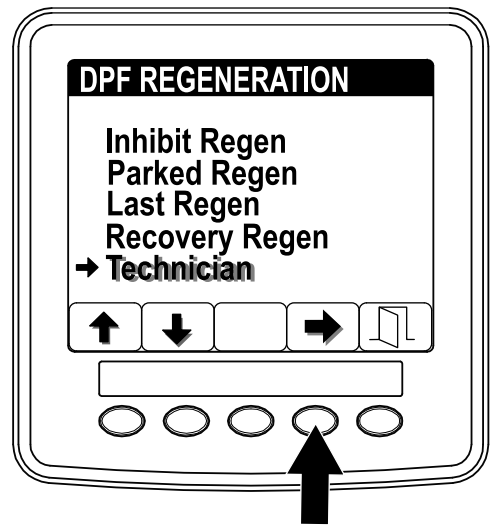

Bild 38
- Drücken Sie Taste 4, um den Eintrag „Technician“ auszuwählen (Bild 38)
- Öffnen Sie das Menü „DPF Regeneration“ und drücken Sie die Tasten 1 oder 2, um auf die Option TECHNICIAN zu navigieren (Bild 38).